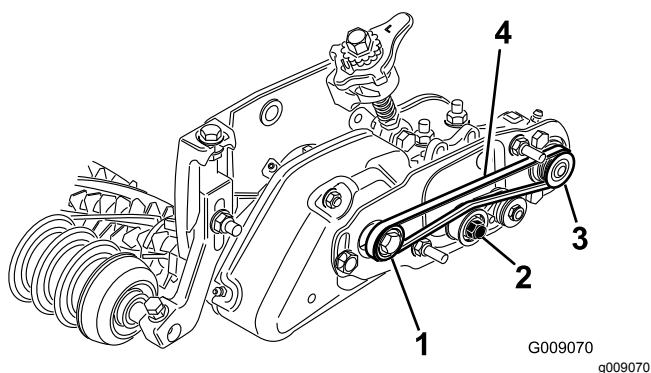

Figura 32
- Passe a correia em redor da polia **acionada** e, em seguida, sobre a parte superior da polia intermédia (Figura 32).
- Ligue a correia na polia da **transmissão** (Figura 32).